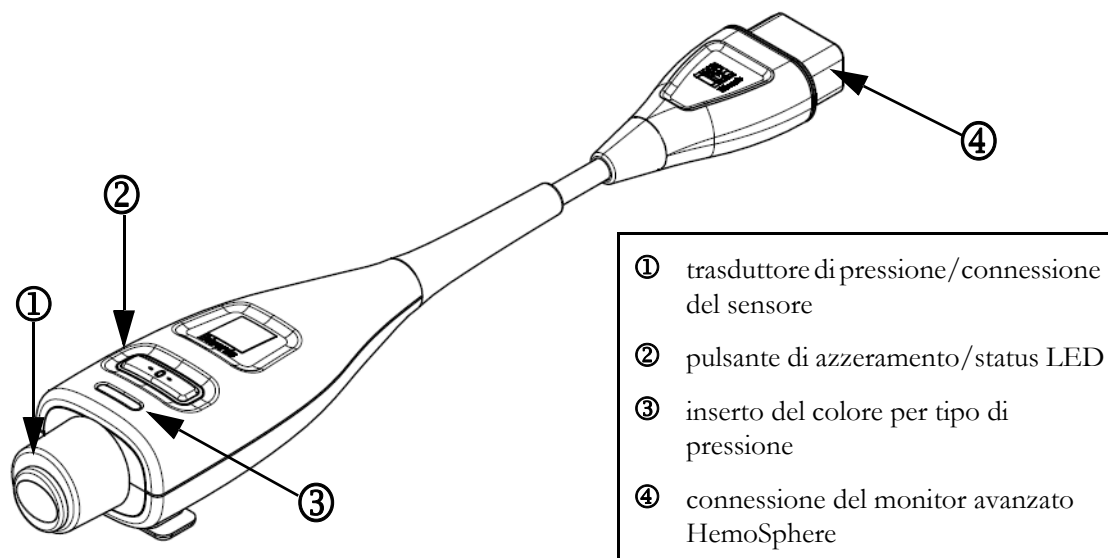

Figura 10-1 Cavo di pressione HemoSphere
Il cavo di pressione HemoSphere è un dispositivo riutilizzabile che si collega al monitor HemoSphere a una estremità ④ e a un qualsiasi singolo trasduttore di pressione monouso (DPT) o sensore Edwards approvato all'altra estremità ①. Vedere la figura 10-1 a pagina 174. Il cavo di pressione HemoSphere acquisisce ed elabora un singolo segnale di pressione da un Edwards DPT compatibile, come il TruWave DPT, oppure da un sensore FloTrac. Un sensore FloTrac o Acumen IQ viene collegato ad un catetere arterioso preesistente per fornire i parametri emodinamici in modo minimamente invasivo. Un trasduttore TruWave può collegarsi ad ogni catetere per il monitoraggio della pressione compatibile per fornire la pressione intravascolare localizzata. Fare riferimento alle istruzioni per l'uso fornite con ogni catetere per le indicazioni specifiche sul posizionamento e sull'uso del catetere e per avvisi, segnalazioni di attenzione e note al riguardo. Il cavo di pressione HemoSphere può essere monitorato attraverso le modalità di monitoraggio di due tecnologie in base al sensore/trasduttore associato: la modalità di monitoraggio con sensore **FloTrac** o **Acumen IQ** o la modalità di monitoraggio con catetere **Swan-Ganz**. La modalità di monitoraggio appare nella parte superiore della barra di navigazione (vedere figura 5-2 a pagina 87). L'aspetto e i punti di connessione dei cavi di pressione HemoSphere sono mostrati nella figura 10-1.
Inserto del colore per tipo di pressione. Se si desidera, si può utilizzare l'inserto del colore appropriato sul cavo di pressione per indicare il tipo di pressione monitorata. Vedere ③ in figura 10-1 di seguito. I colori sono i seguenti:
- Rosso per la pressione arteriosa (AP)
- Verde per la gittata cardiaca (CO)
- 7 Utilizzare un movimento in linea retta verso l'interno o l'esterno per collegare il cavo verde del sensore FloTrac innescato. Il LED del cavo di pressione che circonda il pulsante di azzeramento (vedere ② nella figura 10-1) lampeggia in verde per indicare che il sensore di pressione è stato rilevato. Una luce gialla indica una condizione di guasto. In questo caso, fare riferimento alla barra di stato per dettagli specifici della condizione di guasto.
Premere il pulsante fisico zero  direttamente sul cavo di pressione e tenerlo premuto per tre secondi (vedere la figura 10-1).